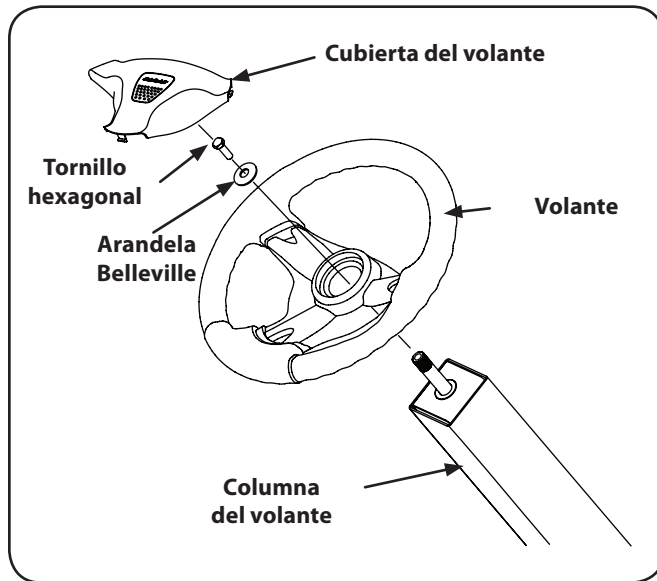

Figura 3-3
3. Coloque la arandela plana y la arandela belleville por encima del volante y ajústela con el tornillo hexagonal. Consulte la Figura 3-3.